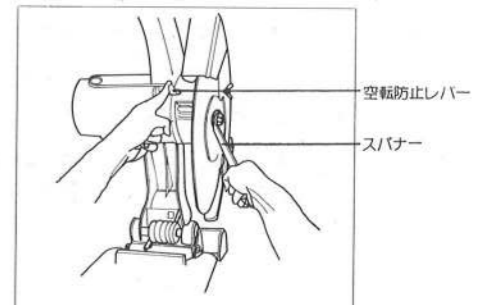

図5
- トイシ取替えカバーの蝶ボルトをゆるめて、カバーを移動して下さい。本体上部の空転防止レバーを下に押しすと回転が止まるところがあります。レバーを押したまま、専用スパナでトイシ押えナットをゆるめ交換します。セットする時も空転防止レバーを押したまま完全に締め付けて下さい。(図5参照)